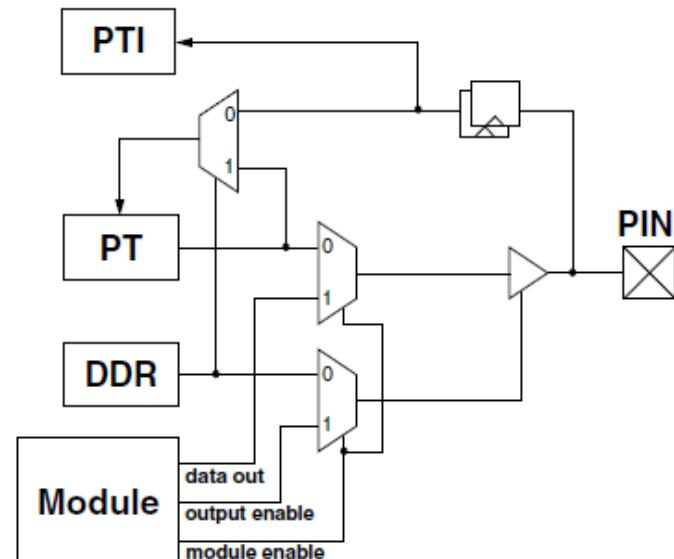

Figure 2-107. Illustration of I/O pin functionality
- ◆ Table 2-103, Figure 2-107, Table 2-3으로 전반적인 기능 파악